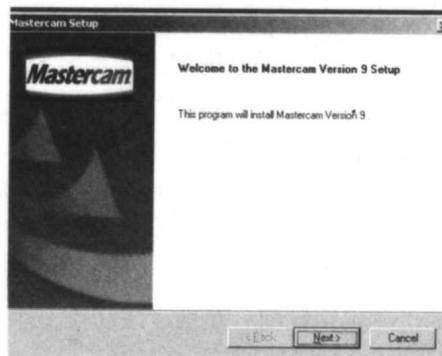

图 1-3
- ( 2 ) 运行后显示 Mastercam Setup ( Mastercam 设置 ) 对话框，在对话框显示 Welcome to the Mastercam Version 9 Setup ( 欢迎安装 Mastercam 9 )，如图 1-3 所示，单击“Next”( 下一步 ) 按钮。